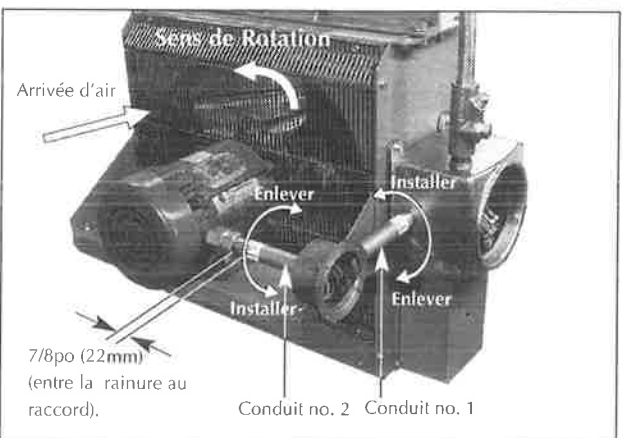

FIGURE 13
- f. s'assurer que l'air sorte par les persiennes et que les pales du ventilateur tournent dans le sens contraire des aiguilles d'une montre lorsqu'on regarde à l'arrière de l'aérotherme (voir figure 13).
2. Enlever le conduit n° 1 situé entre la boîte de jonction du moteur et le boîtier de commande en tournant dans le sens indiqué à la figure 13. Prendre note que les conduits no. 1 et no.2 ne sont pas interchangeables et ont un filetage à gauche à une extrémité, cette dernière étant indiquée par une rainure usinée.
8. Afin d'avoir au moins 5 tours de vissés, les extrémités vissées des conduits doivent dépasser d'au moins 1/16 po (1,6 mm) dans les boîtiers. La rainure du conduit no. 2 ne doit pas dépasser de plus de 7/8 po (22 mm) du raccord du moteur (voir figure 13).
10. L'air doit sortir par les persiennes et les pales du ventilateur doivent tourner dans le sens contraire des aiguilles d'une montre lorsqu'on regarde par l'arrière de l'aérotherme (voir figure 13).